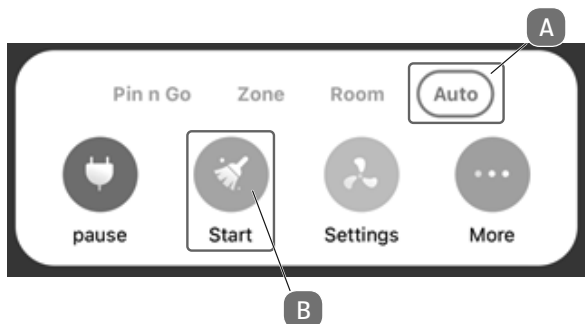

Fig. 12
- ▶ Enfin, pour créer une carte de vos locaux, le robot aspirateur laveur doit effectuer un parcours de reconnaissance. Pour ce faire, cliquez, comme représenté sur (fig. 12) dans **AUTO-MODUS** (A) sur **START** (B).